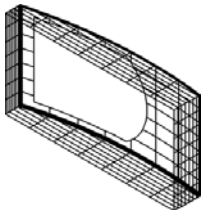

图 17-21 创建圆角边
- 10** 选择菜单【修改】|【实体编辑】|【圆角边】命令，在绘图区选择面板的边缘线，创建半径为 2 的圆角，结果如图 17-21 所示。其概念显示样式如图 17-22 所示。